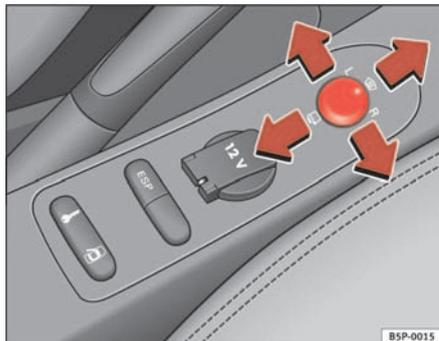

Fig. 90 Regolazione degli specchi retrovisori esterni
1. Ruotare la manopola ⇒ fig. 90 portandola nella posizione **L (specchietto esterno sinistro)**.
- Per riscaldare gli specchietti retrovisori termici e per attivare la funzione parabrezza riscaldabile* nella zona di riposo delle spazzole, girare il comando in avanti sulla posizione centrale ⇒ fig. 90  ⇒ pag. 125.
- Per far ripiegare su se stessi gli specchietti esterni si deve ruotare la manopola ⇒ fig. 90 portandola nella posizione . Si consiglia di richiudere sempre gli specchietti esterni quando si porta il veicolo all'autolavaggio, altrimenti potrebbero danneggiarsi.